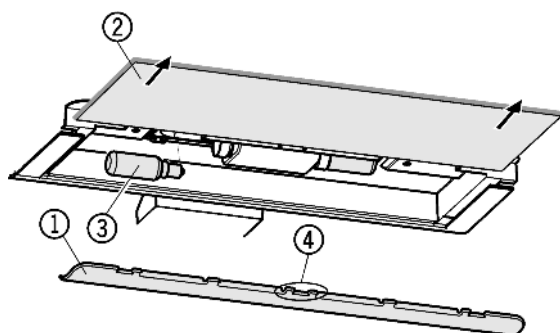

Fig. 23
- Снятие накладки Fig. 23 (1): сзади возьмитесь пальцем за накладку и снимите её с фиксатора.
- Извлеките стеклянную полку Fig. 23 (2).
- Лампу накаливания Fig. 23 (3) заменить.
- Установка накладки на место: защелкните справа и слева, следя за тем, чтобы средний крюк Fig. 23 (4) захватил стеклянную полку.